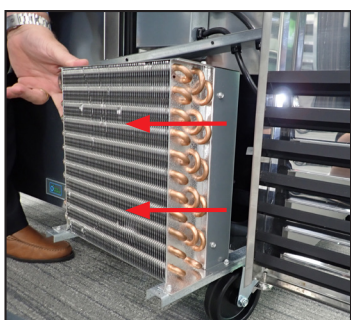

Рис. 6. Аккуратно выдвинуть конденсатор.
6. Аккуратно выдвинуть конденсатор (он имеет гибкие гидравлические соединения). См. рис. 6.